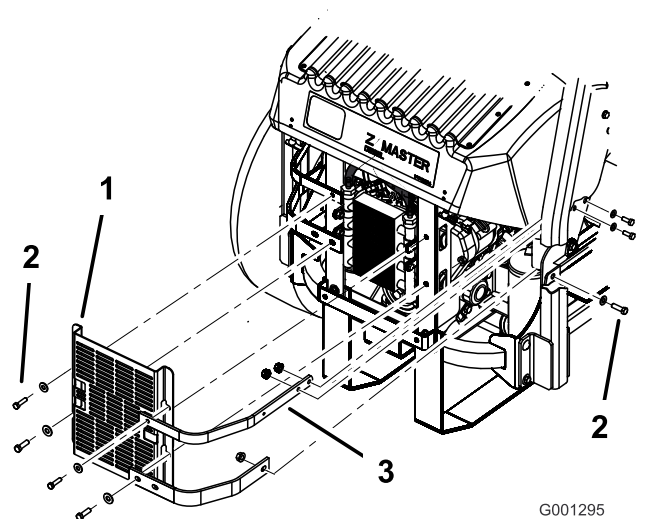

Figure 71
- Enlevez les 4 boulons qui fixent l'écran du refroidisseur d'huile au bâti arrière (Figure 71).
- Enlevez les 3 boulons qui fixent les barrettes du moteur au côté de la machine (Figure 71).
12. Montez l'écran du refroidisseur d'huile et les barrettes du moteur sur le bâti arrière au moyen des 4 boulons retirés précédemment (Figure 71).
13. Fixez les barrettes du moteur au côté de la machine (Figure 71).